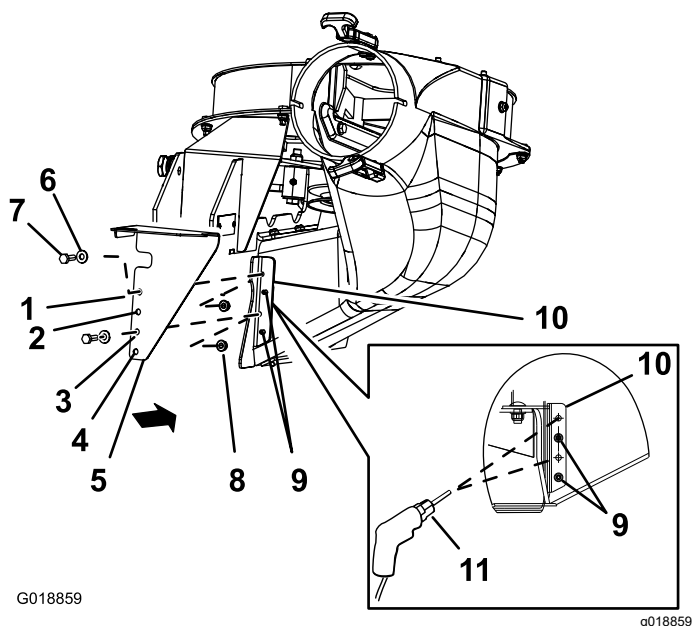

Figura 11
1. Allineate la protezione inferiore CE alla staffa del camino del soffiatore come mostrato in (Figura 11).
- Allineate il foro 2 e il foro 4 della protezione inferiore CE alle code dei rivetti che sporgono dalla staffa del camino del soffiatore (Figura 11).
- Segnate il profilo del foro 1 e del foro 3 della protezione inferiore CE sulla staffa del camino del soffiatore e rimuovete la protezione CE (Figura 11).
- Praticate fori da 7 mm sulla staffa del camino del soffiatore sui 2 segni punzonati al centro (Figura 11).
- Allineate la protezione inferiore CE con la staffa del camino del soffiatore (Figura 11).
- Allineate il foro 2 e il foro 4 della protezione inferiore CE con le code dei rivetti che sporgono dalla staffa del camino del soffiatore (Figura 11).
- Fissate la protezione inferiore CE al soffiatore con 2 bulloni a testa esagonale (1/4" x 3/4"), 2 rondelle e 2 dadi di bloccaggio (1/4") attraverso il foro 1 e il foro 4 della protezione CE (Figura 11).